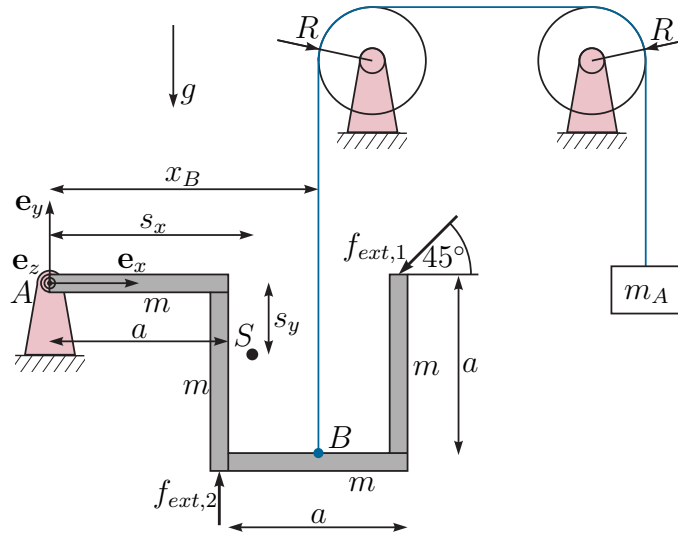

Abbildung 1: Einfacher Mechanismus.
- Das Seil ist gemäß Abbildung 1 über zwei reibungsfreie Umlenkrollen mit einer Masse  $m_A$  verbunden. Berechnen Sie für  $x_B = \frac{3a}{2}$  die erforderliche Größe der Masse  $m_A$ , sodass sich der gesamte Mechanismus im statischen Gleichgewicht befindet. Berechnen Sie weiters die Kräfte im Auflager  $A$  in  $\mathbf{e}_x$ - und  $\mathbf{e}_y$ -Richtung. 4 P. |